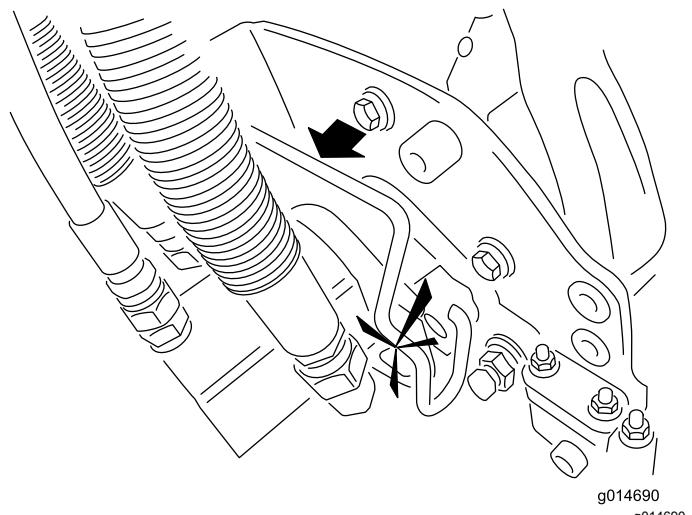

Bild 46
5. Schmieren Sie die Keilwelle des Schneideeinheitmotors mit sauberem Fett ein (Bild 46).
6. Setzen Sie den Motor in die linke Seite der Schneideeinheit (aus Sicht der Bedienerstellung) und ziehen die Motorbefestigungsstange an der Schneideeinheit zum Motor, bis Sie einen deutlichen Klick von beiden Seiten des Motors hören (Bild 46).